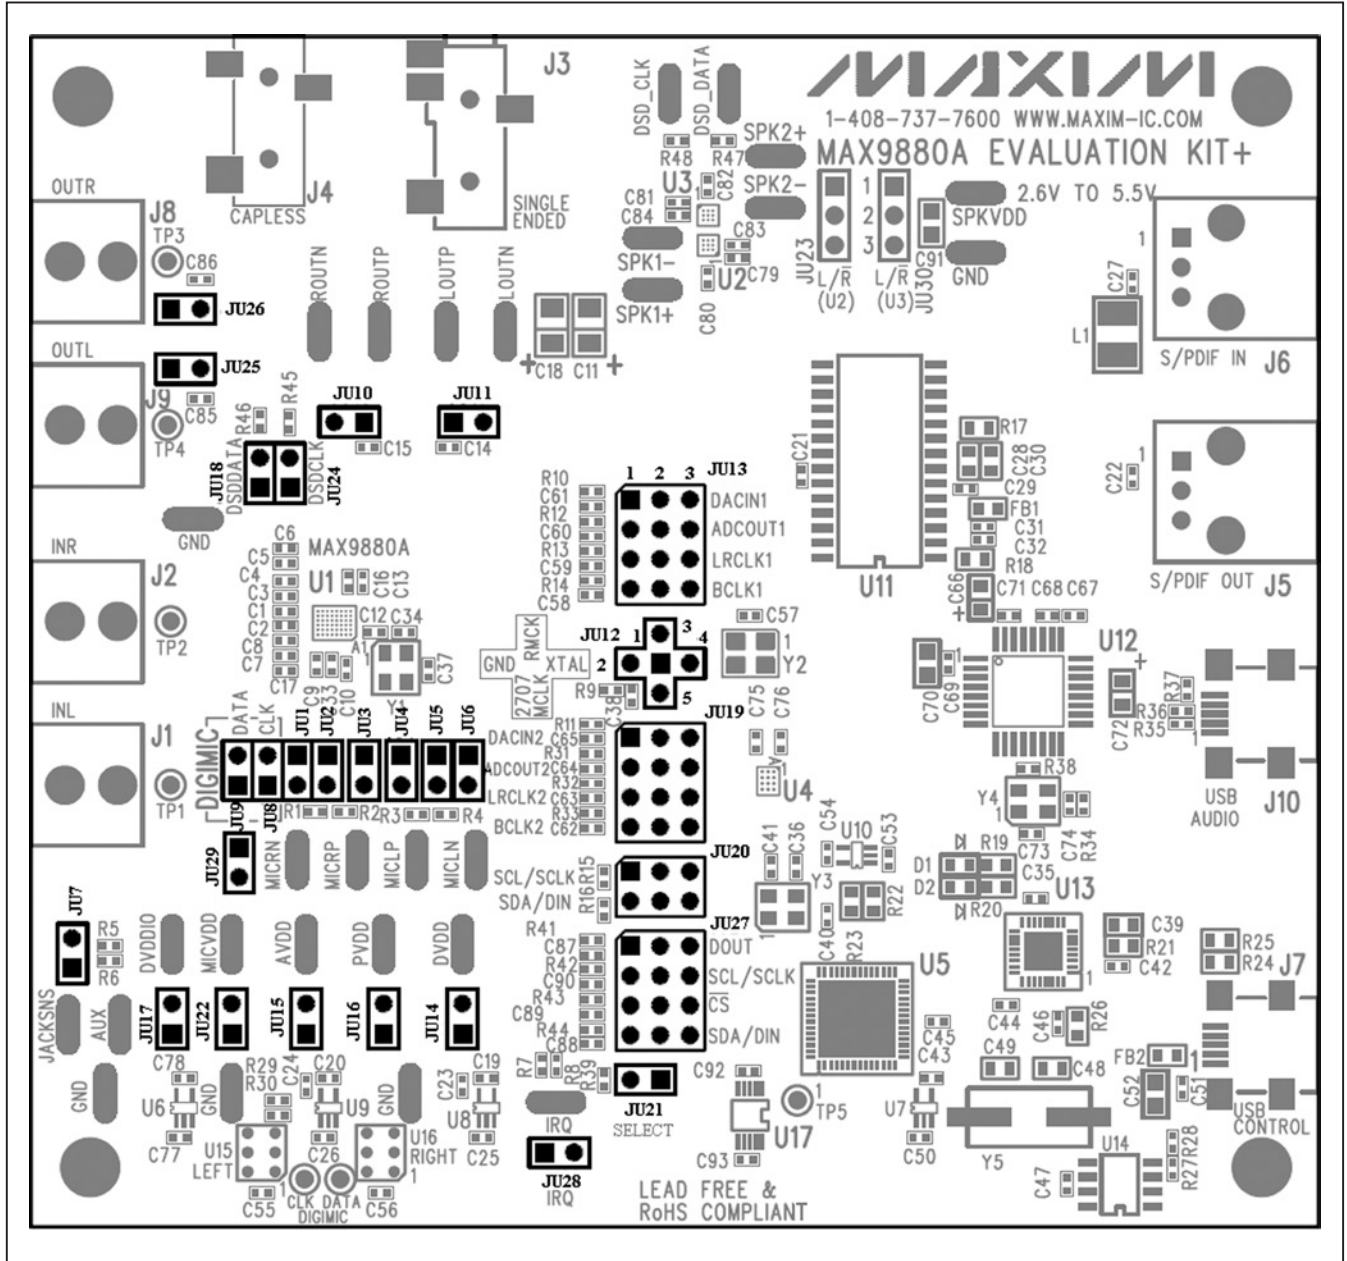

图1. 默认跳线位置(JU13、JU19、JU20和JU27)
- 3) 确认跳线JU13、JU19、JU20和JU27上的短路器配置如图1所示(直线表示短路器安装)。